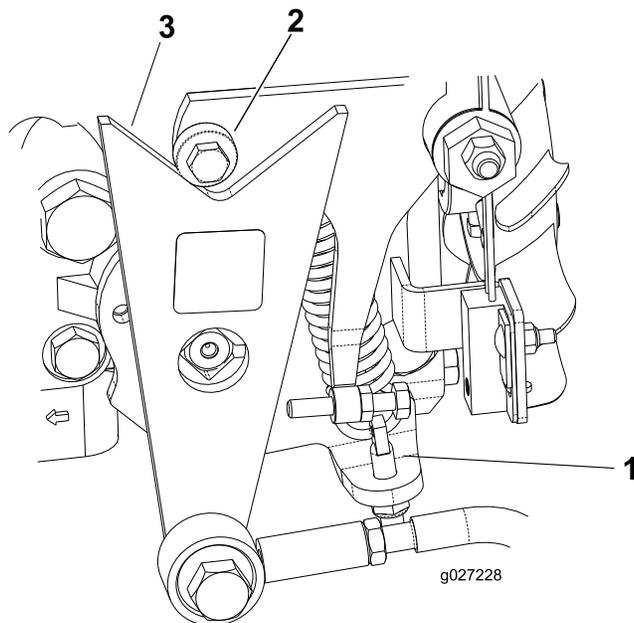

Figura 48
- Se as rodas rodarem na direção certa, desligue o motor e ajuste a mola ajustando o bloqueio do pino (Figura 48). Ajuste a posição neutra da tração; consulte Ajuste da posição neutra da transmissão de tração \(página 29\).